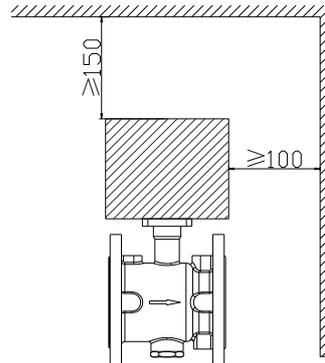

图 2
2. 阀体安装必须预留给执行器足够的拆装空间，如图 2，安装好执行器后，顶部距离顶端不小于 150mm，两侧距离不小于 100mm。